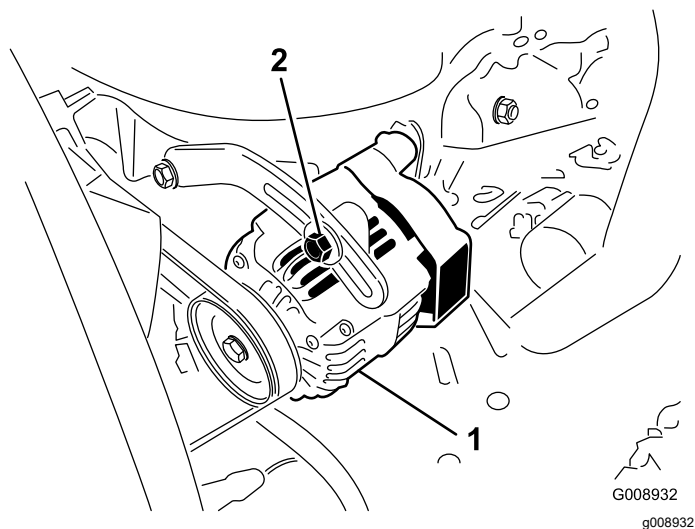

图 46
2. 如果下压不是 10mm 请松开发电机固定螺栓 (图 46)。